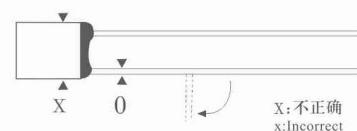

图 2 Fig.2
- 当弯曲引脚时，须用工具操作以确保引脚弯曲有足够弧度，引脚不可在距根部 3mm 内弯曲，在弯曲时工具不可夹着外壳及封口树脂。（见图 2）